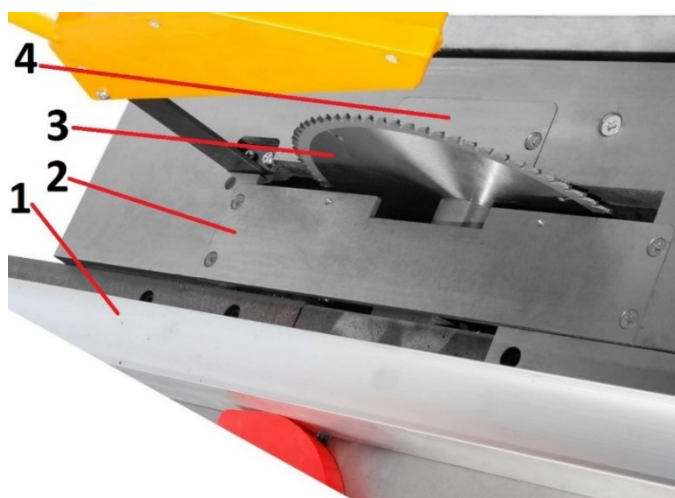

Рис. 1.6 Принципиальное устройство станка:
- отвинтите винты и снимите планки для закрытия шкивов и звёздочек привода рабочего вала (поз. 4 рис. 1.6) и для закрытия проёма для фрезы (поз. 2 рис. 1.6);
- установите планки для закрытия шкивов и звёздочек привода рабочего вала (поз. 4 рис. 1.6) и для закрытия проёма для фрезы (поз. 2 рис. 1.6) и завинтите винты.